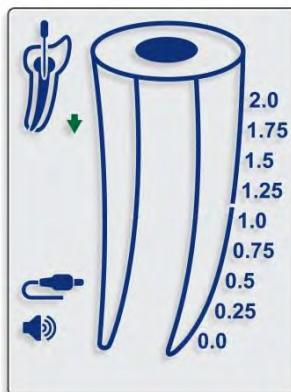

Fig. 5
- 7.4.10. Le mouvement de la lime dans le canal est indiqué par les flèches BAS (fig. 5) et HAUT (fig. 6) à l'écran.